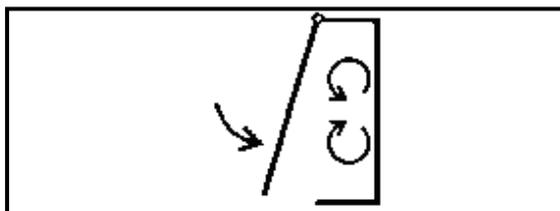

Fig. 127 Se debe llevar el dispositivo de protección a la posición de protección antes de conectar la máquina
La lona protectora sirve para recoger los objetos de menor tamaño (por ejemplo, piedras) que son proyectados por los discos segadores. Por ello es necesario que la lona protectora esté siempre completamente doblada hacia abajo e intacta durante el segado (Fig. 127).
- Compruebe si la lona protectora está doblada hacia abajo por completo (Fig. 127).